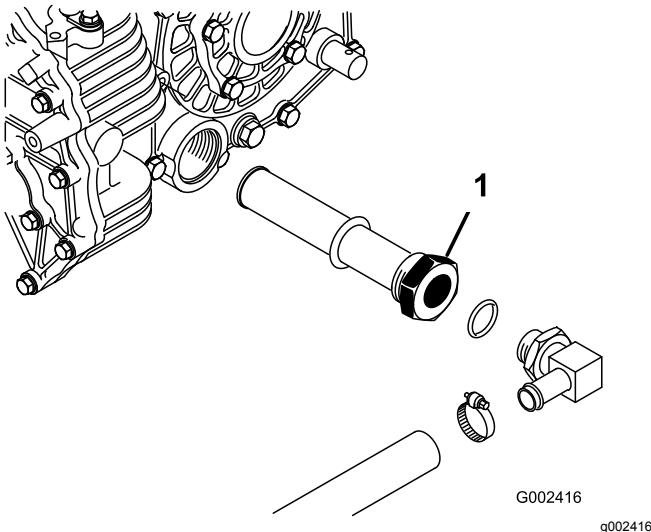

Figura 74
3. Repare na posição do tubo hidráulico e no conector de 90° ligado ao filtro de rede do lado do reservatório (Figura 74).